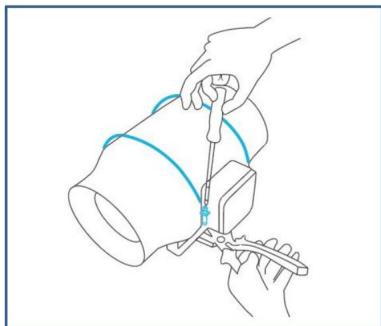

Fig.1.
1) Skruva loss och lossa metallringarna med en stjärnskruvmejsel och en tång. Se (Fig.1.)